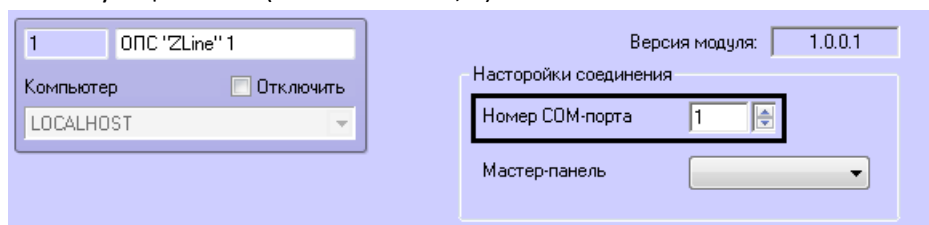

Рис. 3.2—2 Настройка подключения ОПС *Z-line*
3. Нажать кнопку **Применить** (см. Рис. 3.2—2, 3).